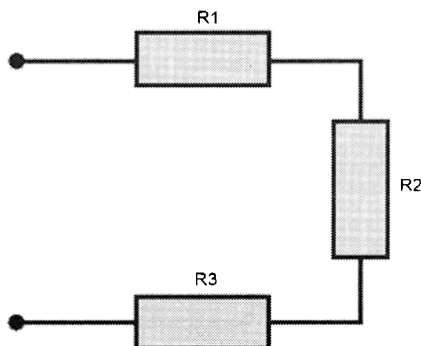

Рис. 2.74. Последовательное соединение электроприборов
**Последовательное** — все элементы цепи располагаются друг за другом и не имеют узлов (рис. 2.74). Пример последовательного соединения — всем известная елочная гирлянда советских времен: большое количество лампочек, соединенных одним проводом. Если сгорит одна, цепь разорвется, и погаснут все.